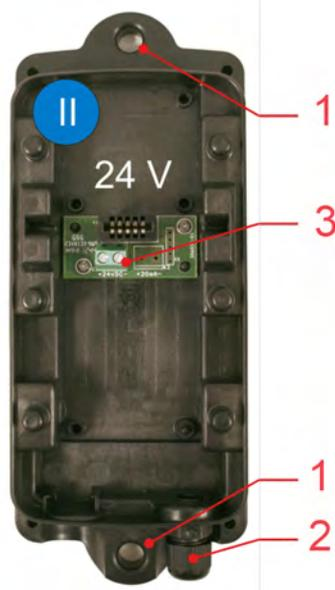

Abb. 4: Rückwandmodule
**Der Berührungsschutz ( Abb. 4 , Pos. 15) darf NICHT abgenommen werden!**
In der Grafik ( Abb. 4 ) wurde der Schutz nur zur Verdeutlichung der technischen Beschreibung und der Darstellung der unterschiedlichen Platinen entfernt!
**Der Berührschutz ( Abb. 4 , Pos. 15) darf NICHT abgenommen werden!**